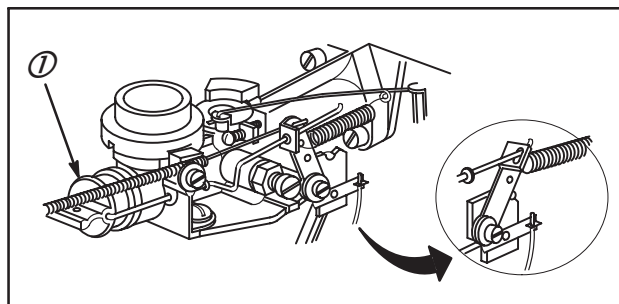

Fig. 27
Position de starter fermée (1), la vue détaillée illustre le ressort par rapport au contact d'arrêt, Fig. 27.